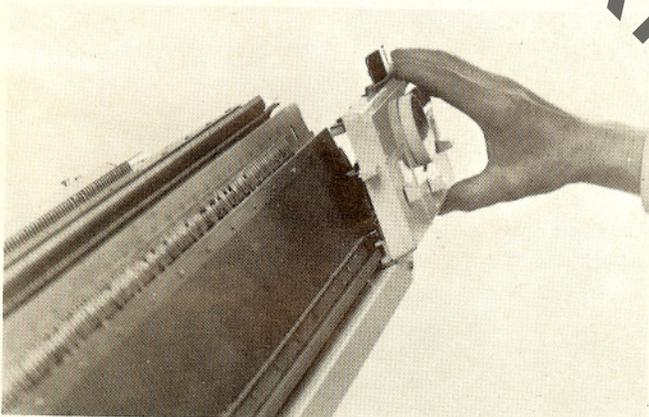

Fig. 15
- Dégager le chariot de la butée en tirant légèrement vers soi et le faire glisser d'environ 25 cm (fig. 15).